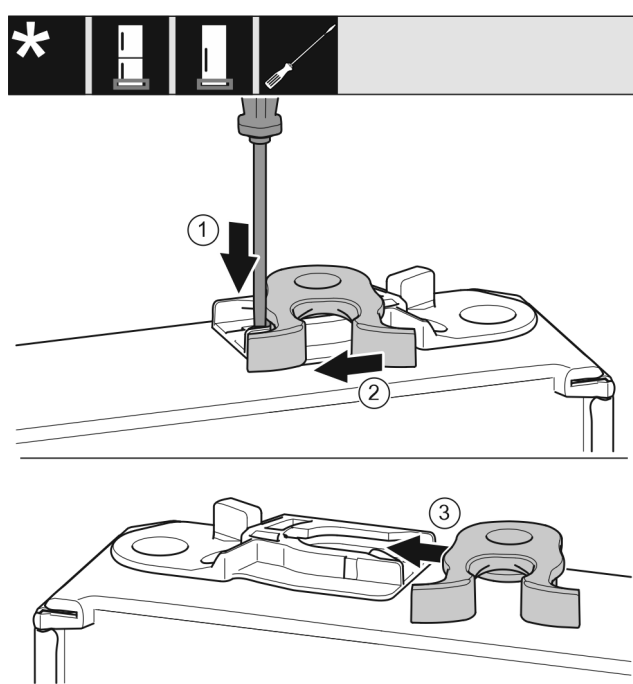

Fig. 17
- Plochým skrutkovačom zatlačte strmeň nadol. Fig. 17 (1)
- Zatvárací hák vytiahnite z vedenia. Fig. 17 (2)
- Zatvárací hák zasuňte na druhej strane do vedenia. Fig. 17 (3)